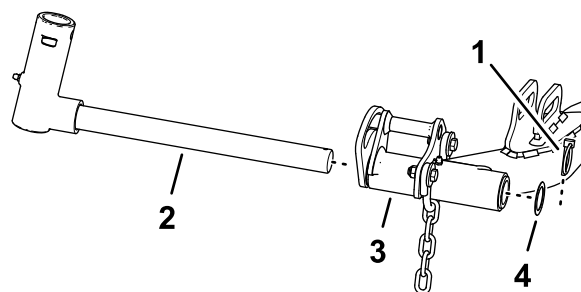

Figure 25
- Retirez la goupille à anneau et la rondelle qui fixent la chape de pivot sur le bras de levage et sortez l'arbre du bras de levage (Figure 25).